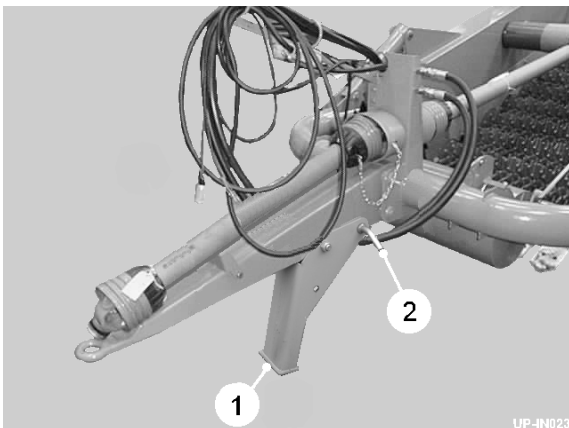
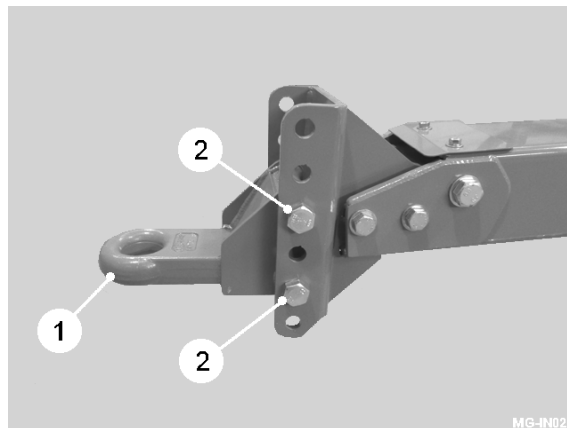

Fig 1
Fig 1a
Die Unterstüzung (item, fig 1) hält die Maschine bei einer geeigneten Höhe zum Traktor. Auf Maschinen paßte mit einem verstellbaren drawbar (Stück 1, Feige 1a), zurück der Traktor zur Maschine und gleicht den drawbar an. Messen Sie die Höhe vom Traktorhaken vom Boden und stellen Sie den drawbar auf die gleiche Höhe ein. Entfernen Sie die Schrauben (item 2, fig 1a) und gleichen Sie mit anderen Löchern an. Das drawbar-Auge kann umgekehrt werden, um höhere Position zu erreichen.
Die Unterstützung kann in die Lagerungsposition gesetzt werden, indem man die Ankerndadel entfernt, und (item 2, fig 1) es gedreht werden, und resecuring mit der Ankerndadel.